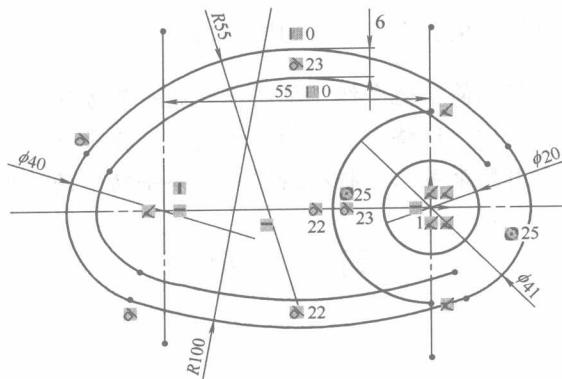

图 1-18
(4) 在草图工具栏里单击“等距实体”图标 $\square$ ，打开“等距实体”对话框，修改参数为“6”，并取消“选择链”选项，然后选取要等距的线条，结果如图 1-18 所示。